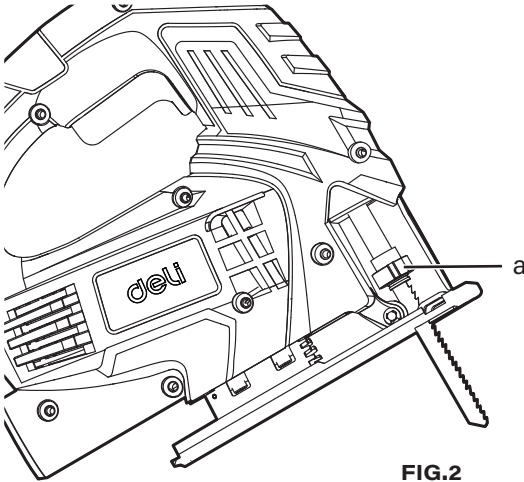

**FIG.1**
2. Avant d'utiliser la scie sauteuse, familiarisez-vous avec toutes les caractéristiques d'utilisation et les exigences de sécurité. (Voir Fig. 1)